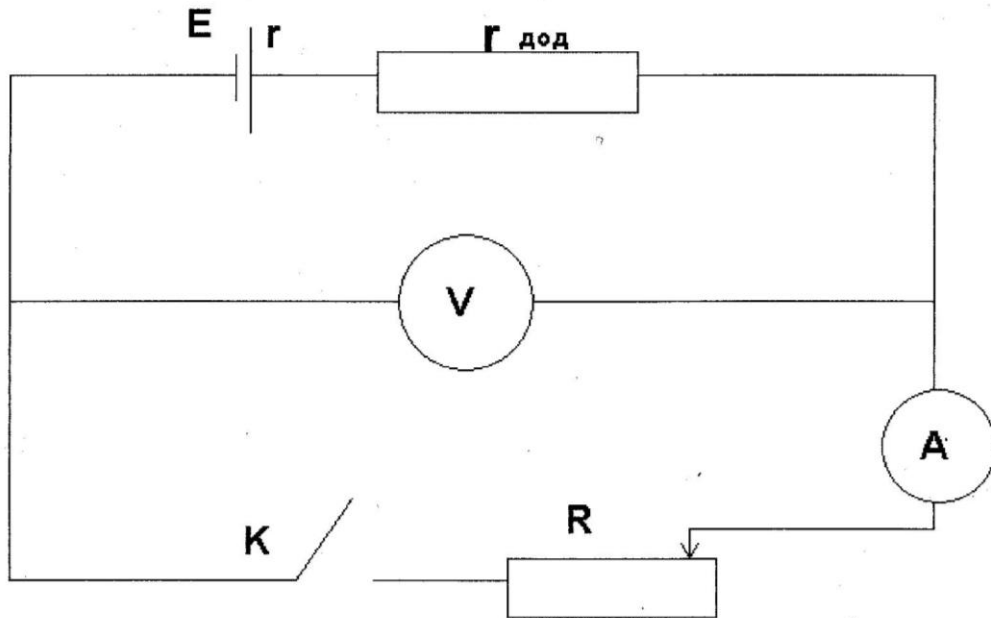

Рис. 2
1. Складіть електричне коло за схемою рис.2 , застосувавши два акумулятора, з'єднаних послідовно. Так як внутрішній опір акумуляторів надзвичайно малий, то за величину внутрішнього опору джерела беруть значення додаткового опору $r_{\text{дод}}$.